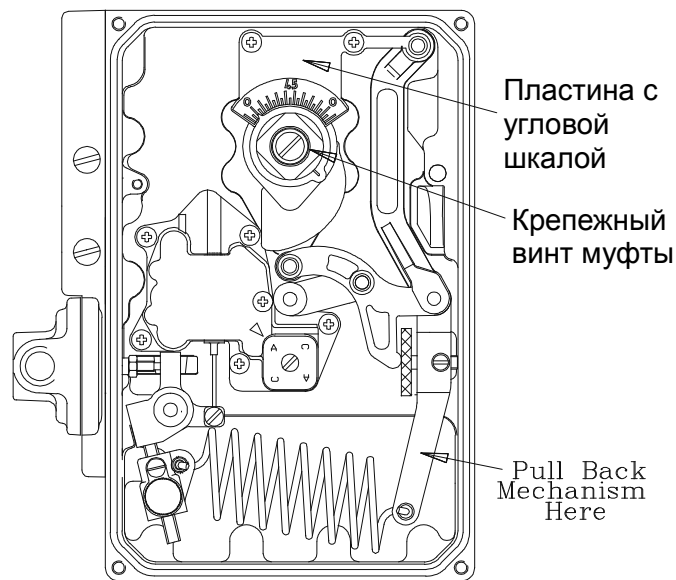

Рисунок 2. Коробка Вид внутри позиционера с изображением деталей которые нужно убрать при установке
2.1.4 Следите за направлением, в котором двигается кулачок по нарастающему сигналу и, если оно верно, установите муфту на квадрат привода одной рукой, одновременно оттягивая механизм другой (смотрите Рисунок 2). Если направление не соответствует требуемому, смотрите раздел 4.1. Если позиция привода была верно приближена к средней точке хода, кулачковый следящий элемент соприкоснется с кулачком приблизительно на середине хода. Убедитесь, что муфта полностью обхватила квадрат привода и затяните центральный крепежный винт, что обеспечит центровку кулачкового следящего элемента на кулачке. Верните на место пластину с угловой шкалой.